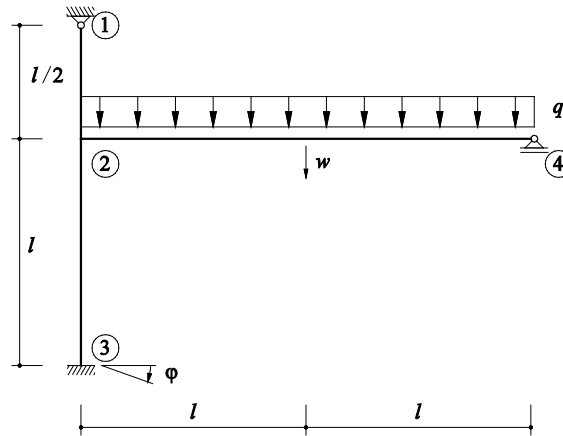

Bild 4 Statisches System mit Belastung.
Alle Stäbe des in Bild 4 ersichtlichen Systems besitzen die Biegesteifigkeit EI und dürfen als dehn- und schubstarr idealisiert werden. In Teilaufgabe a) wirkt nur eine Verdrehung der Einspannung am Stützenfuss, in den Teilaufgaben b) und c) wirkt nur die verteilte Belastung q .
- Bestimmen Sie die Verdrehung des Knotens 2 (Grösse und Richtung) infolge einer Lagerverdrehung φ wie in Bild 4 gezeigt. Die verteilte Belastung q wirkt in diesem Aufgabenteil **nicht**.